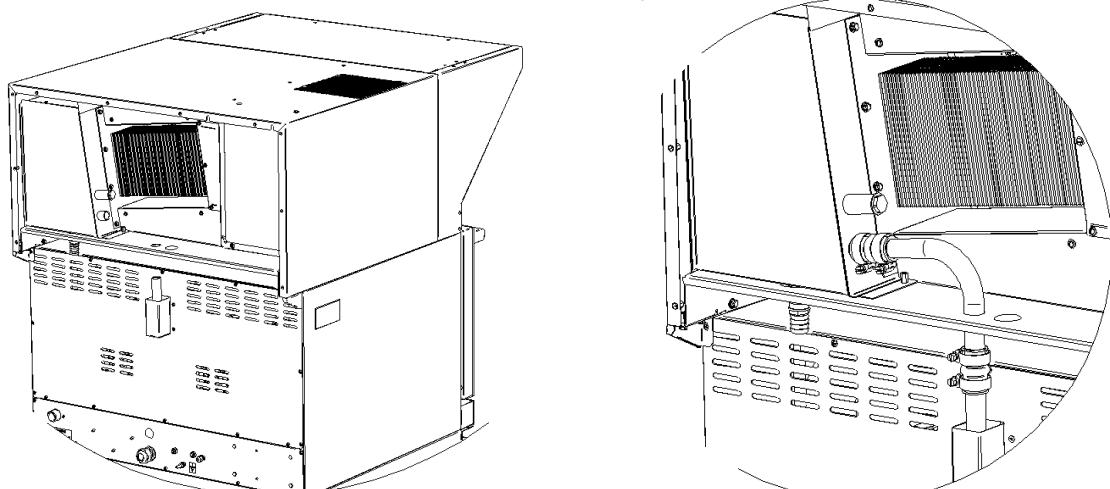

Рисунок 7
10. Установить зонт на конвекционную печь: необходимо совместить трубку камеры конвекционной печи с нижней трубой, выходящей из пароконденсатора зонта, установив между ними соединитель ЗВВ-4-6/4П.03.00.006 с двумя патрубками ПКА6-11ПМ.1626.00.03.003 и стянуть хомутами 20-32 KOVOPOL из комплекта (см. Рисунок 7);